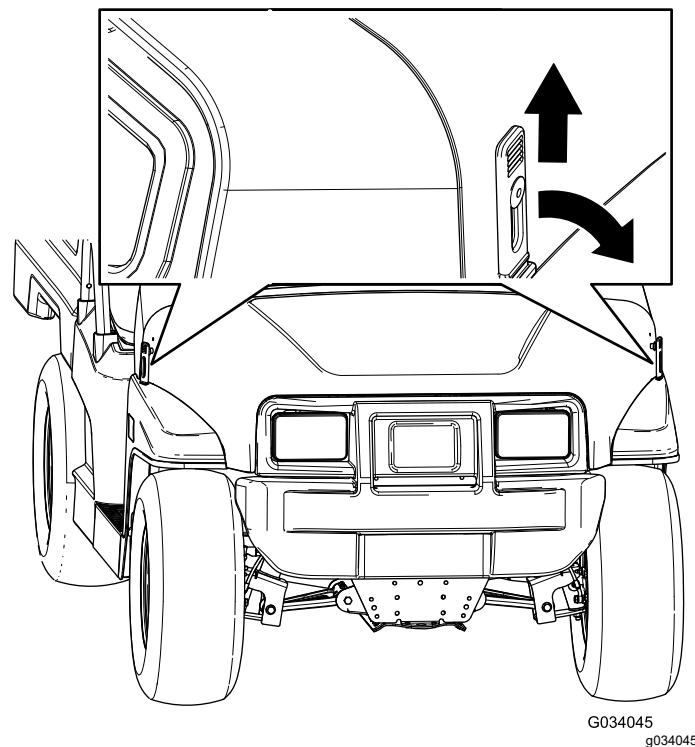

Figura 24
1. Tire hacia arriba de los enganches de goma de cada lado del capó (Figura 24).
2. Sujete el capó alineando los cierres de goma con los anclajes situados en cada lado del capó (Figura 24).